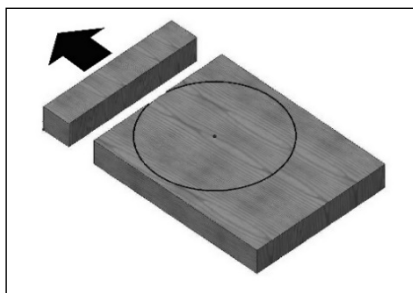

Рисунок 20.
- Установите параллельный упор так, чтобы положение пильного полотна находилось на одной линии с крайней точкой отметки круга, в то время как деревянная заготовка упиралась в параллельный упор. Включите пилу и отрежьте лишнюю часть заготовки (рис. 20).